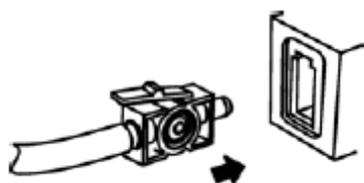
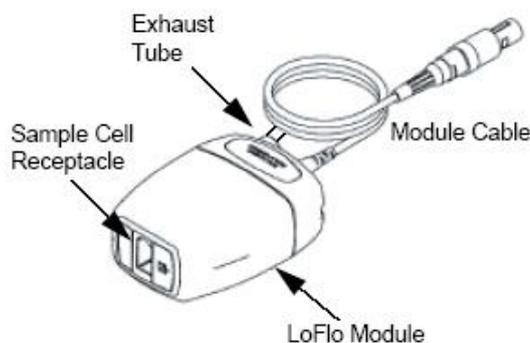

Fig.5-6-1
Fig.5-6-2
1) Insérer la cellule d'échantillon LoFlo dans l'échantillon LoFlo réceptacle de .Pile «clic» se fait entendre lorsque la cellule d'échantillon est correctement insérée. (Fig.5-6-1, Fig.5-6-2)